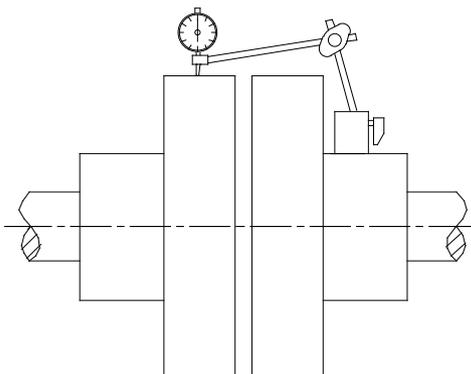

Abbildung 4.3 Fluchtung und Kalibrierung des Pumpenaggregats
- Die Ausrichtung von Pumpe und Motor überprüfen. Die Einheit bei Bedarf mit einer Wasserwaage ausrichten und kalibrieren (siehe Abbildung 4.3).